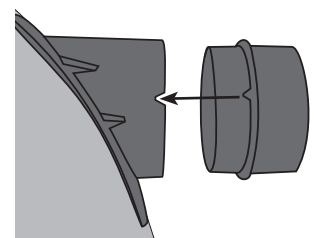

figure 6
4. Put the adaptor in the right air intake and, making sure that the tabs are aligned with the notches, push it completely in (**figure 6**).
Insérer l'adaptateur dans l'entrée d'air droite et, en s'assurant que les encoches sont alignées, enfoncer l'adaptateur au maximum (**figure 6**).